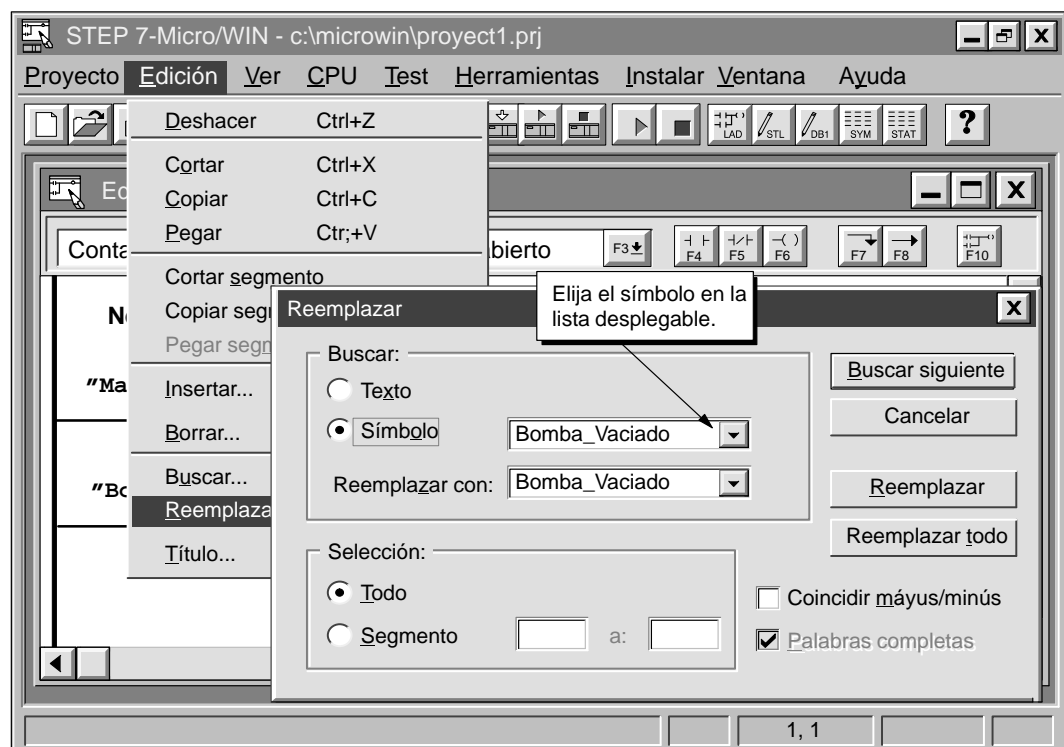

Figura 5-22 Cuadros de diálogo "Reemplazar"
1. Elija el comando de menú **Edición ► Reemplazar..** La figura 5-22 muestra el cuadro de diálogo "Reemplazar".